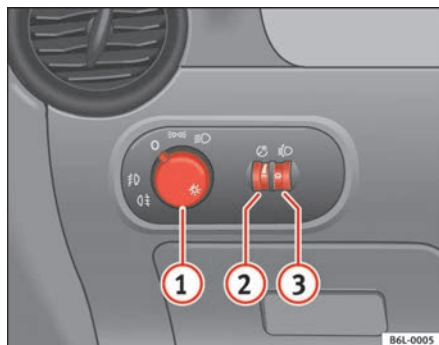

Fig. 56 Detalle del tablero de instrumentos: mando de las luces, faros antiniebla y luz trasera antiniebla
- Gire el mando de las luces $\Rightarrow$ fig. 56 hasta la posición III .